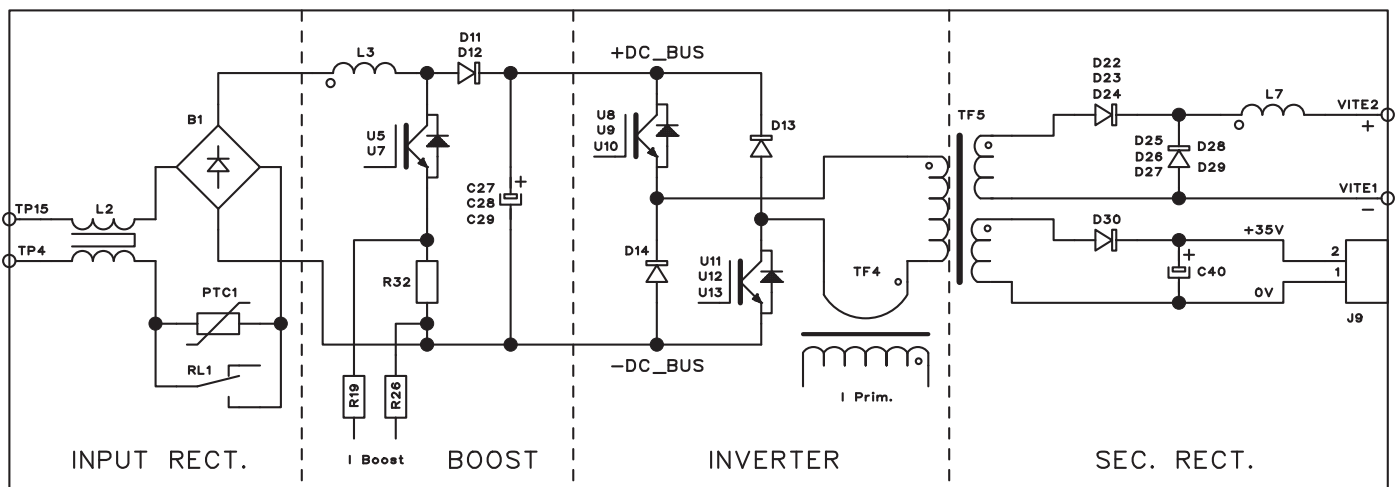

Fig. 2.3.1
Più precisamente nella scheda potenza (34) si possono identificare (Fig. 2.3.1):
- l'inverter ad igbt, che genera la tensione alternata ad onda quadra per il trasformatore di potenza TF5, montato anch'esso sulla scheda potenza (34);
TEST ALIMENTAZIONE POTENZA (Fig. 2.3.1, 2.3.2).